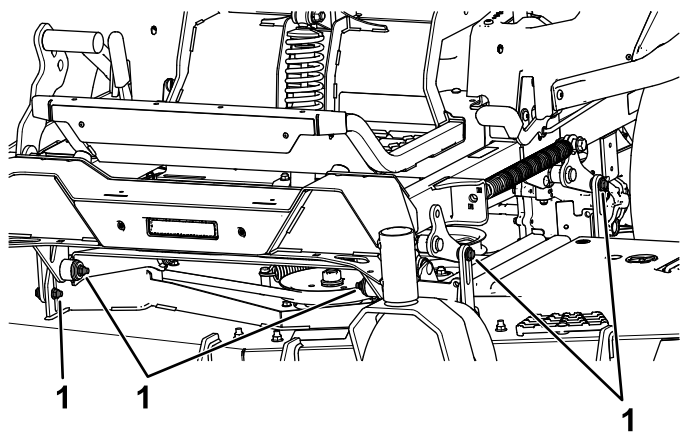

Figura 109
7. Retire y guarde los pernos y las tuercas de ambos lados de la máquina (Figura 109).